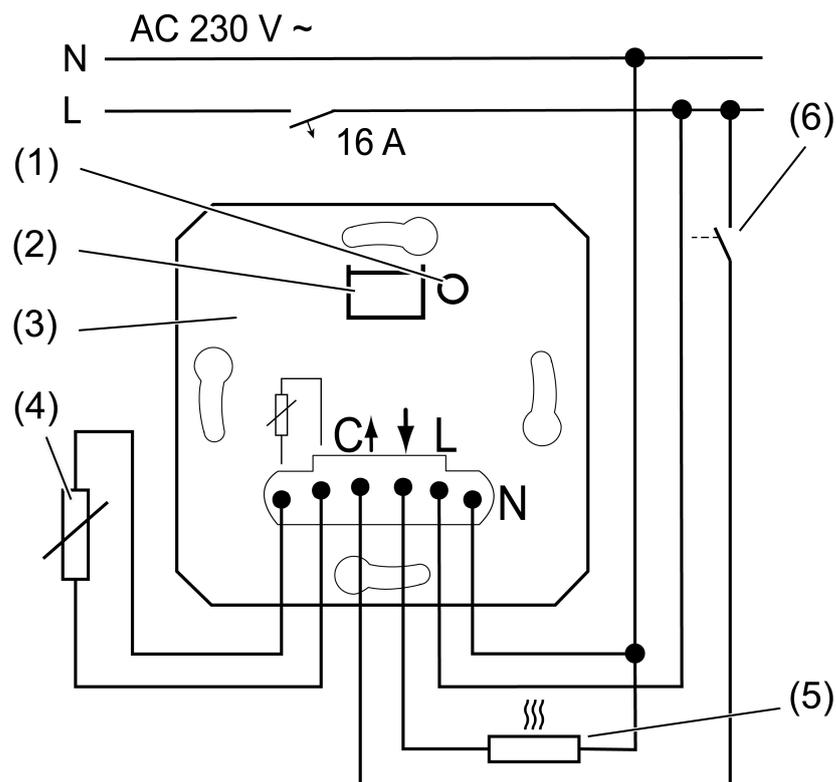

Figura 1: Ejemplo de conexión del mecanismo
- (1) Tecla **TEST**
- (2) Interfaz de módulo de sistema con LED
- (3) Mecanismo
- (4) Sensor remoto para medición de temperatura externa
- (5) Calefacción eléctrica de suelo radiante o actuadores de válvula electrotérmicos
- (6) Contacto de conmutación para conmutar al modo de refrigeración (opcional)
- Conectar el mecanismo (3) según el plan de conexiones (véase figura 1).
- Conectar sensor remoto externo opcional (4) (accesorio).
- i** Pulsando brevemente la tecla **PRUEBA** (1) se puede conmutar la carga. Si la carga está conectada, el LED (2) se ilumina.